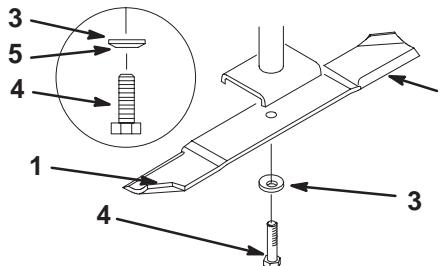

Figure 35
1. Tenez la lame à son extrémité avec un chiffon ou un gant épais. Retirez le boulon, la rondelle élastique et la lame de l'axe de la lame (Fig. 35).
2. Vérifiez l'équilibre de la lame en la plaçant sur un équilibrEUR (Fig. 34). Si la lame reste horizontale, elle est équilibrée et peut être utilisée. Si la lame est déséquilibrée, limez un peu l'extrémité de la partie incurvée seulement (Fig. 35). Répétez la procédure jusqu'à ce que la lame soit équilibrée.
1. Placez la lame sur l'axe (Fig. 35).
2. Installez la rondelle élastique et le boulon de la lame (Fig. 35). **Serrez le boulon de lame à 115–150 Nm (85–110 pieds-livre).**